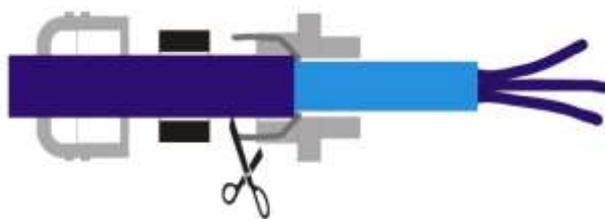

Рисунок 6
5) Проведите кабель с муфтой в кабельное соединение и срежьте излишки оплётки (см. рисунок 6).